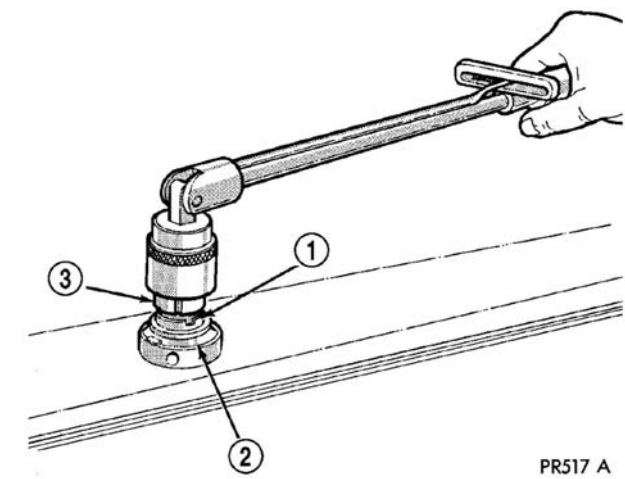

图 4 天线环状螺母
- （11）从环状螺母上拆卸塑料帽。用环状螺帽工具，拆卸将天线底座固定到前翼子板的环状螺帽（图 4）。